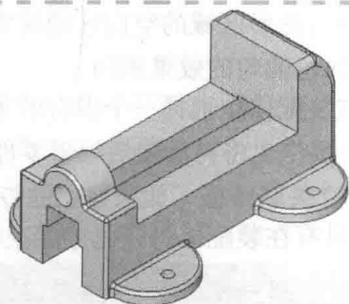

图 1-3 “Machine\_Vise” 装配体
**步骤 1 打开装配体** 打开“Lesson01 \ Case Study”文件夹下的装配体“Machine\_Vise”，该文件包含了 Base1 和 Base2 两个部件，这两个部件组成了“Vise”的基座，如图 1-3 所示。